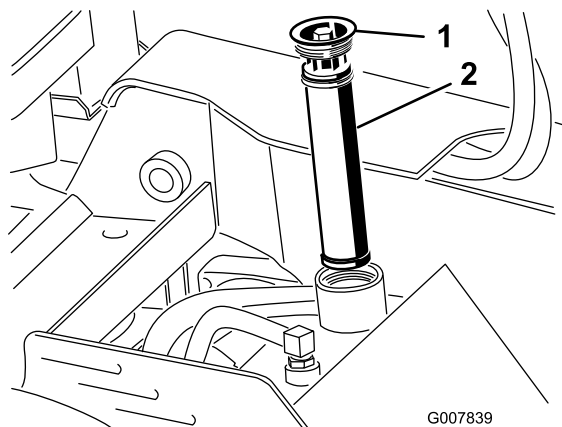

Figura 66
4. Togliete il filtro dell'olio e gettatelo (Figura 66).
5. Inserite il filtro idraulico di ricambio e il tappo di riempimento (Figura 66) e serrate il bullone in alto a una coppia compresa tra 13–15,5 N·m.
7. Togliete il tappo di riempimento del serbatoio idraulico e il filtro (Figura 66).
12. Inserite il filtro idraulico e il tappo di riempimento (Figura 66) e serrate il bullone in alto a una coppia compresa tra 13–15,5 N·m.